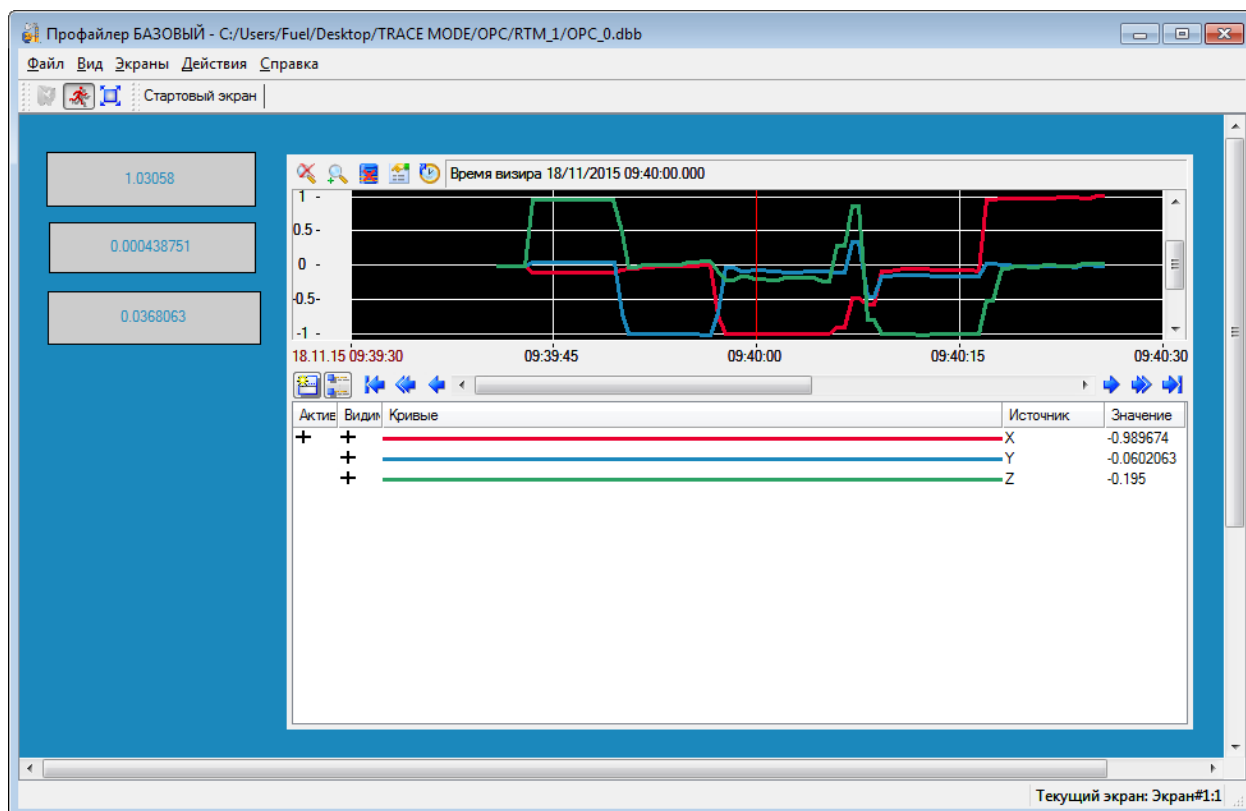

Рисунок 48.
4) Сохраняем проект на жесткий диск и для монитора реального времени. Запускаем профайлер. Результат работы отображен на Рисунок 48 (в процессе записи тренда датчику меняли положение в пространстве)